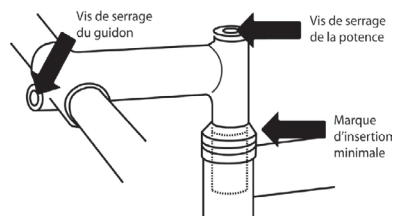

Figure 9
Sur plusieurs vélos, il est possible d'ajuster légèrement la hauteur du guidon en réglant vous-même la hauteur de la potence. Desserrez la vis de serrage de la potence en la tournant de trois à quatre tours dans le sens des aiguilles d'une montre (réf. figure 9). Si la vis sort sans que la potence ne bouge, tapez avec un maillet en caoutchouc ou une cale en bois sur la vis pour décoller la clavette. Réglez la hauteur de la potence, puis resserrez correctement la vis. Vous devez être incapable de modifier à la main l'alignement de la roue sur la potence. De plus, la marque d'insertion minimale se trouvant sur la potence ne doit jamais être visible. **Il n'est pas recommandé de faire cette modification vous-même, celle-ci nécessite une certaine expérience. Demandez l'aide de votre détaillant Devinci autorisé en cas de doute.**
**⚠ AVERTISSEMENT : La marque d'insertion minimale de la potence ne doit jamais dépasser du jeu de direction (réf. figure 9). Si celle-ci est visible, il y a danger d'endommager votre tube de direction ou de le briser, ce qui peut entraîner une perte de contrôle et une chute.**